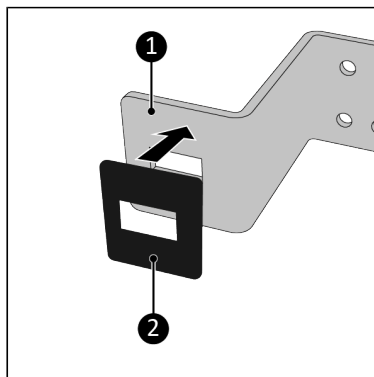

Figure 161.
6. Collez le papier de verre (Figure 161, pos. 2) à l'intérieur de la partie inférieure du support (Figure 161 pos. 1). Assurez-vous que le trou dans le papier de verre est aligné avec le trou dans le support.